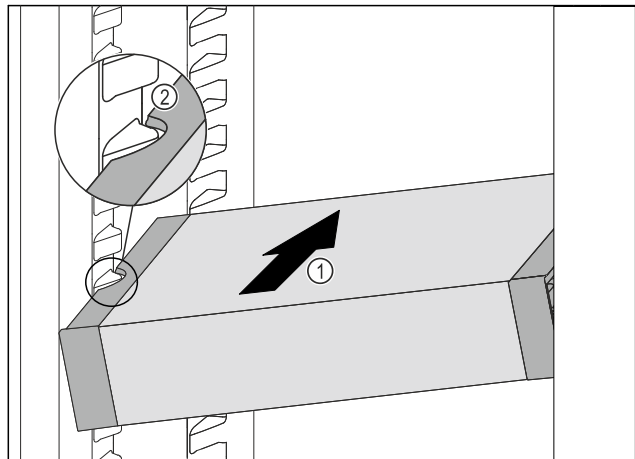

Fig. 99
- ▶ Вставити висувний ящик VarioSafe під кутом в охолоджувальне відділення Fig. 99 (1), доки бокові поглиблення Fig. 99 (2) VarioSafe не будуть розташовуватися на рівні ребра для ємності в охолоджувальному відділенні.